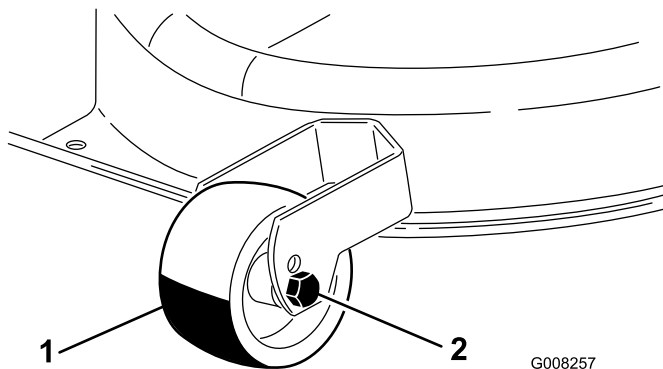

Bild 10
- Wenn Sie die Schnitthöheneinstellung 1 oder 2 verwenden möchten, setzen Sie die Räder in die obersten (höchsten) Löcher in den Radhalterungen; siehe Bild 10.
- Wenn Sie die Schnitthöheneinstellung 3 oder 7 verwenden möchten, setzen Sie die Räder in die unteren (niedrigsten) Löcher in der Radhalterung; siehe Bild 10.